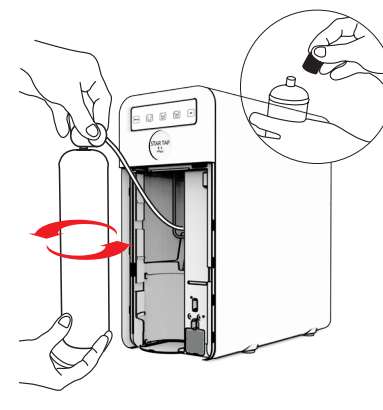

Fig. 4-14
26.2 - Se la bombola è già presente all'interno dell'apparecchio nell'apposito alloggiamento, estrarla afferrandola nella parte inferiore e mantenerla verticale, Fig. 1-14 e svitarla dal riduttore di pressione. Nel caso che la bombola non sia presente procurarsi una bombola idonea per essere installata all'interno dell'apparecchio avente le caratteristiche descritte nel paragrafo **25**, in termini di compatibilità con l'apparecchio e con il riduttore di pressione presente nell'apparecchio. Togliere il cappuccio in gomma di protezione della valvola posta sul lato superiore della bombola, Fig. 4-14.
26.3 - Accoppiare il filetto femmina del riduttore con il filetto maschio della valvola della bombola, Fig. 4-14. Tenere fermo il riduttore con una mano e ruotare la bombola con l'altra mano fino a che le due parti risultano essere completamente avvitate. **Tenere la bombola verticale con la valvola rivolta verso l'alto.**
Fig. 4-14. Serrare ulteriormente a mano bombola e riduttore applicando una leggera forza, l'eventuale sfiato di una piccola quantità di gas durante la fase finale del serraggio è da considerarsi normale.